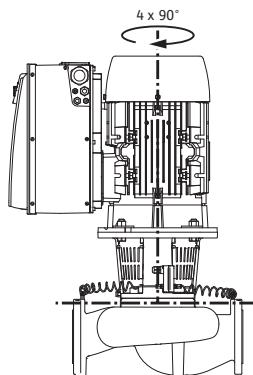

Рис. 19: Допустимые монтажные положения с вертикальным валом электродвигателя
Допустимые варианты монтажа с горизонтальным валом электродвигателя показаны на рис. 19. Допускается любое монтажное положение, кроме «электродвигателем вниз».
- Клапан для вентиляции на промежуточном корпусе (рис. 6, поз. 1.31) при горизонтальном расположении вала электродвигателя должен быть обращен вверх (рис. 6). При вертикальном расположении вала допускается любое положение клапана. См. также Рис. 18: «Допустимые монтажные положения с горизонтальным валом электродвигателя» на стр. 197 или Рис. 19: «Допустимые монтажные положения с вертикальным валом электродвигателя» на стр. 197.